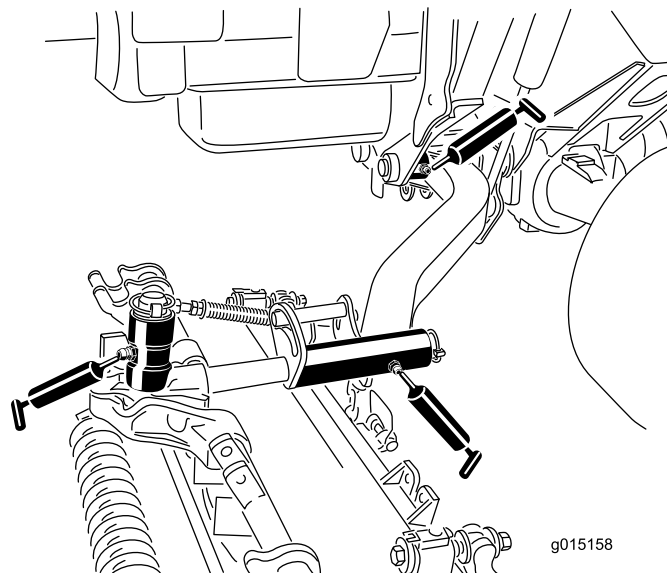

Figura 73
- Casquilhos da articulação do braço de elevação (1 por unidade de corte) (Figura 73)
- Estrutura suporte da unidade de corte (2 por cada unidade de corte) (Figura 73)
- Articulação do braço de elevação da unidade de corte (1 por cada unidade de corte) (Figura 73)